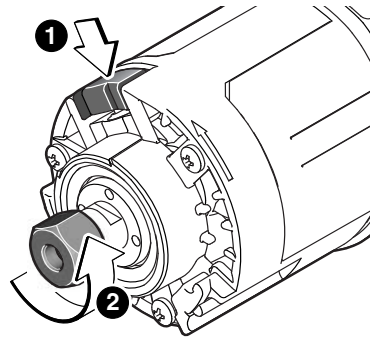

FIG. 2
2. Presione el cierre del husillo para evitar la rotación del mandril portaherramienta. **NOTA:** Es posible que sea necesario girar la tuerca del portaherramienta para acoplar el cierre del husillo (Fig. 2).*